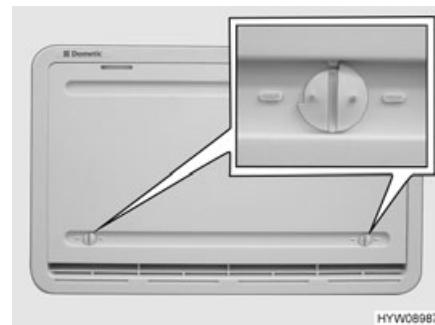

Fig. 105 Copertura invernale (griglia di aerazione del frigorifero)
Le coperture invernali (Fig. 105) proteggono il gruppo frigorifero dall'aria fredda. Posizionare le coperture invernali davanti a entrambe le griglie di aerazione del frigorifero quando la temperatura esterna scende al di sotto di +10 °C (sia per funzionamento elettrico che a gas).
- Aprire entrambi i blocchaggi (Fig. 105), la scanalatura risulterà orizzontale.